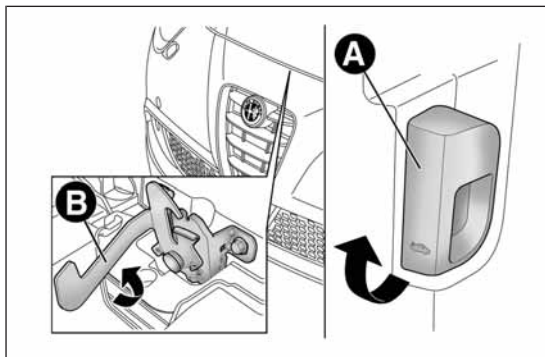

fig. 68
- ☐ tirar de la palanca A fig. 68 en el sentido indicado por la flecha;